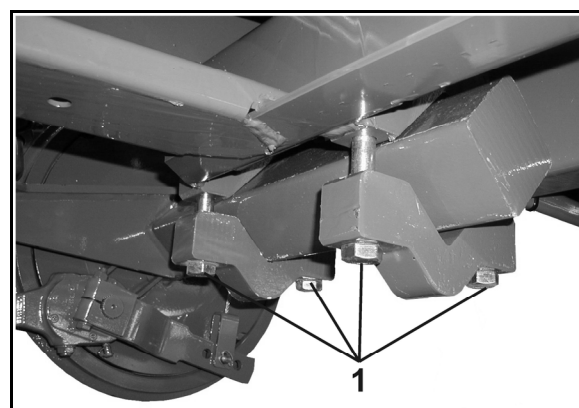

Fig. 106
4. Soltar os parafusos de aperto (Fig. 106/1).